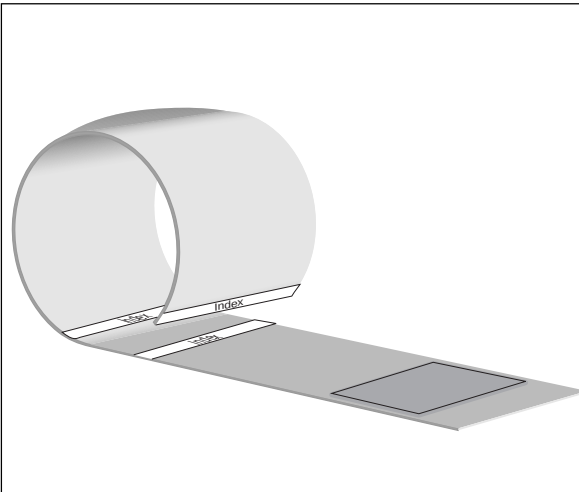

Bild 4-2 Anlegen der Manschette
- beim Schließen sich die gestrichelte, weiße Linie am Manschettende innerhalb der beiden gestrichelten Linien mit dem Symbol **Index** befindet (andernfalls andere Manschettengröße wählen, Bild 4-2),